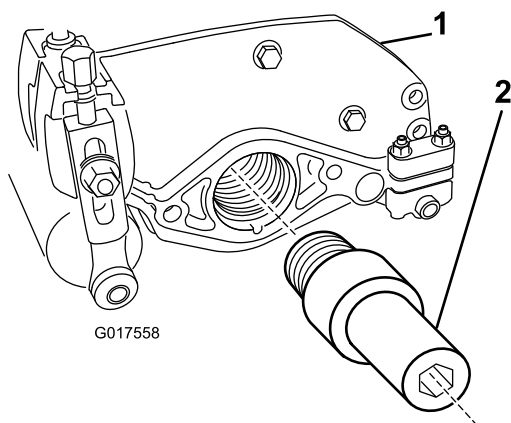

図 2
5. ベアリングナットに代えてブラシドライバを **図 2** のように取り付ける。ブラシドライバを 136Nm13.8kgm = 100ft-lb にトルク締めする。